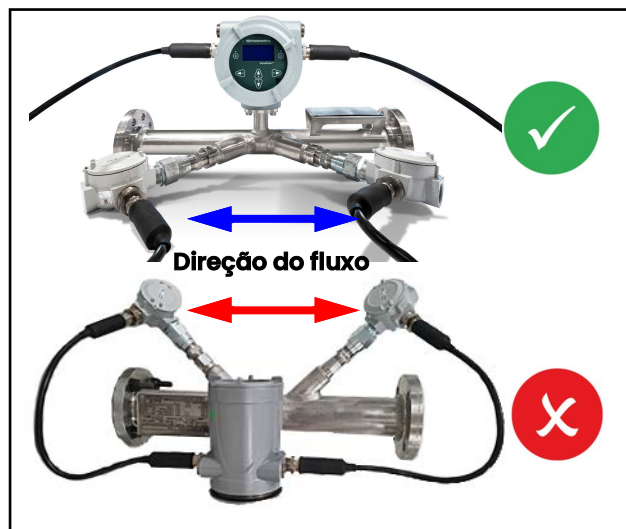

Figura 10: Orientações boas e más da célula de fluxo/transdutor em tubos horizontais
- Posicione os transdutores num plano axial comum ao longo do tubo. Além disso, posicione-os no lado do tubo e não na parte superior ou inferior, porque na parte superior há a tendência para ocorrer acumulação de gás e na inferior há a tendência para acumulação de sedimentos. Qualquer uma das situações resultará na atenuação dos sinais ultrassônicos. Não existem restrições semelhantes com tubos verticais, desde que o fluxo do fluido seja ascendente para evitar a queda livre do fluido ou um tubo menos que completamente cheio (ver *Figura 10* abaixo).